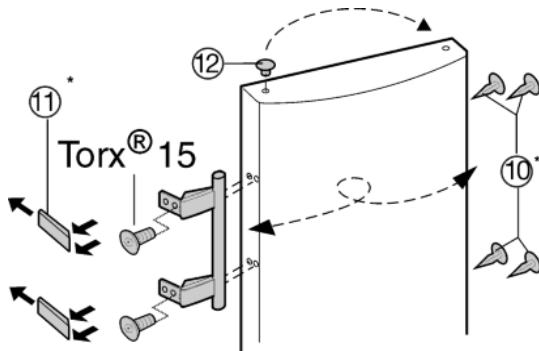

Fig. 7
- ▶ Stopfen Fig. 7 (12) aus der Türhagerbuchse herausheben und umsetzen.
- ▶ Türgriff, Stopfen Fig. 7 (10) und Druckplatten Fig. 7 (11) abmontieren und auf die Gegenseite umsetzen.